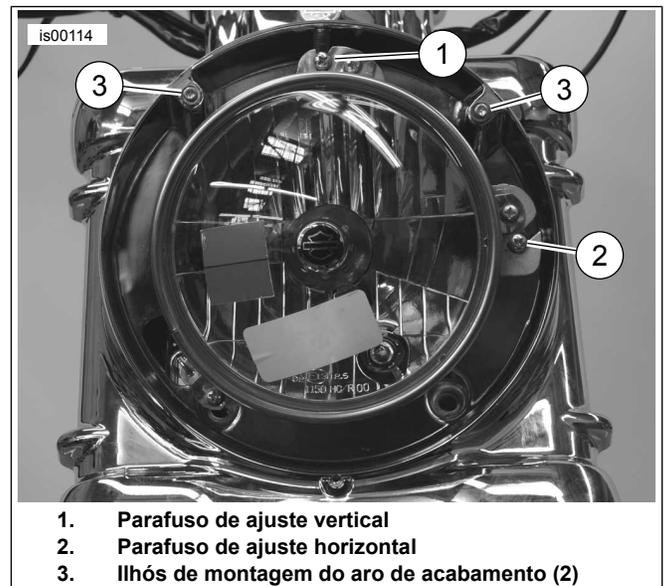

Figura 8. Ajuste do farol dianteiro
- a. Veja Figura 8. Levante ou abaixe a luz do farol dianteiro, caso necessário, girando o parafuso de ajuste vertical (1). Gire o parafuso no sentido horário para levantar o feixe ou no sentido anti-horário para abaixá-lo.
- b. Ajuste o feixe de luz do farol dianteiro para a esquerda ou para a direita, caso necessário, girando o parafuso de ajuste horizontal (2). Gire o parafuso no sentido horário para levantar o feixe ou no sentido anti-horário para abaixá-lo.